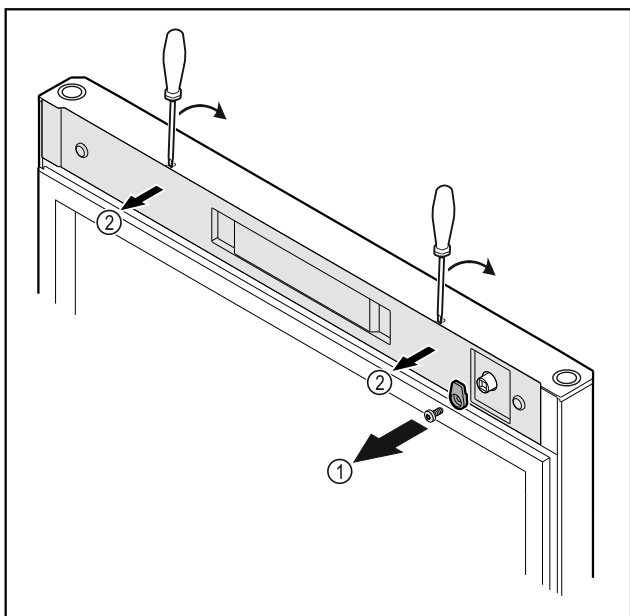

Fig. 10
- ▶ Развинтете затварящата кука Fig. 10 (1).
- ▶ Откопчайте капака Fig. 10 (1) с малка отвертка и го свалете.